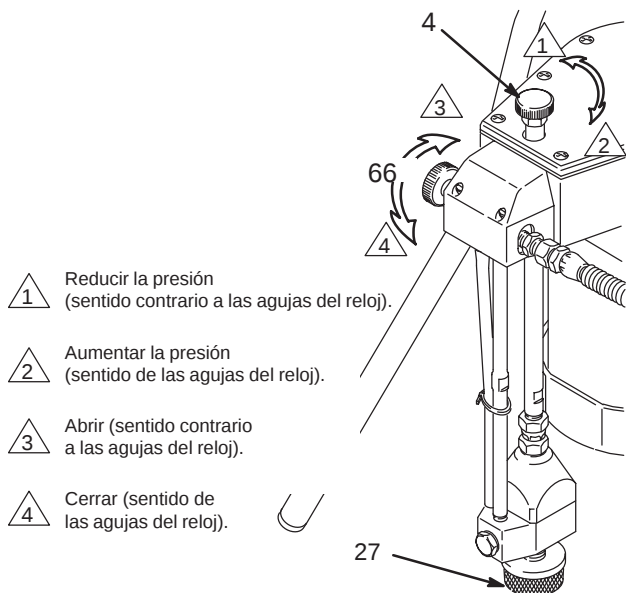
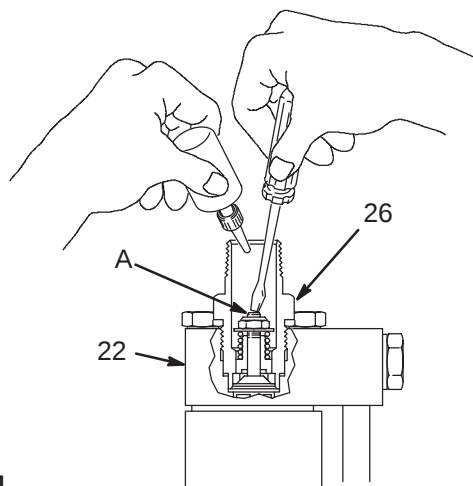

Fig. 3
Fig. 4
1. Abra la válvula de derivación (66) UN giro **en sentido contrario a las agujas del reloj**. No coloque todavía la entrada de la bomba en el cubo. Vea la Fig. 3.
2. Gire el control de presión (4) completamente **en sentido a las agujas del reloj** para aumentar la presión. Vea la Fig. 3.
3. Quite el filtro de entrada (27) y coloque la mano en su lugar para comprobar que aspira.
NOTA: Si la válvula de entrada (26) no aspira, apague (OFF) el pulverizador. De la vuelta al pulverizador. Apriete la espiga (A) suavemente en el interior de la válvula con un pequeño destornillador y eche una cucharada de alcohol mineral o disolvente en la válvula. Vea la Fig. 4. Suelte la válvula y de la vuelta al aparato. Ponga el pulverizador en funcionamiento una vez establecida la presión, para liberar las diferentes partes de la bomba. Controle de nuevo si aspira. Apague el pulverizador y coloque el filtro de entrada (27).
5. Ponga el pulverizador en funcionamiento y deje que la pintura circule por la válvula de derivación (4) durante uno o dos minutos.